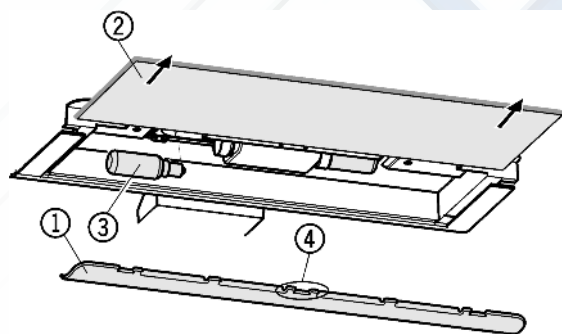

Fig. 19
- Снятие накладки Fig. 19 (1): сзади возьмитесь пальцем за накладку и снимите её с фиксатора.
- Извлеките стеклянную полку Fig. 19 (2).
- Лампу накаливания Fig. 19 (3) замените.
- Установка накладки на место: защелкните справа и слева, следя за тем, чтобы средний крюк Fig. 19 (4) захватил стеклянную полку.